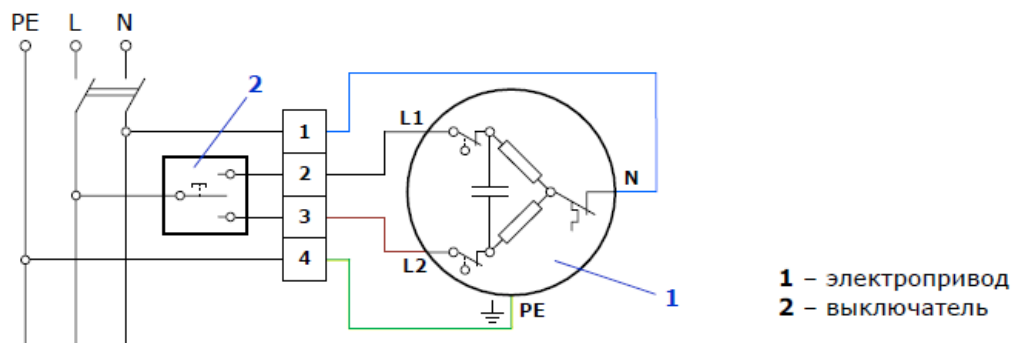

Рисунок 11. Электрические подключения
- Выполните электрические подключения (Рисунок 11).